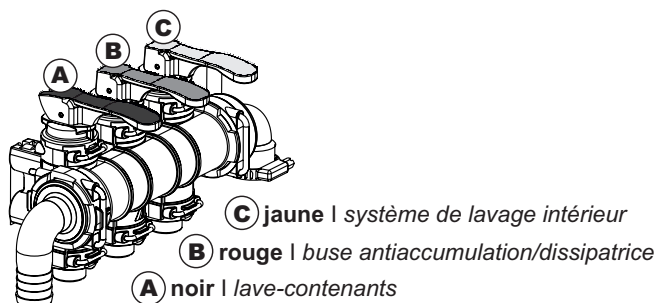

Fig. 5
- **COUVERCLE FERMÉ**, introduire environ cinq litres d'eau en déplaçant le levier jaune (C, Fig. 5);
- Tenez le contenant **FERMEMENT** et, actionnez la buse en déplaçant le levier noir (A, Fig. 5 + Fig. 6b) pour obtenir le lavage du contenant.
- Déplacez le **levier jaune C** à nouveau vers le haut (Fig. 5) pour verser de l'eau dans la quantité nécessaire au bon pré-mélange.
- Abaissez le **levier jaune C** (Fig. 5).
Déplacez tous les leviers vers le haut (A, B et C, Fig. 5) : ce faisant toutes les buses commenceront à fonctionner pour le lavage des parois internes.
À ce point, interrompez tout débit d'eau à l'intérieur du Mixer en abaissant **tous les leviers (A, B et C, Fig. 5).**